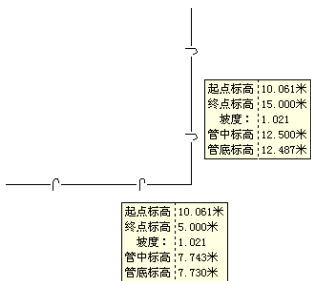

图 7-34 坡高计算
调用坡高计算命令，可以根据管线的坡度计算连续管线的各段起点终点标高，根据起点终点标高反算坡度。如图 7-34 所示为坡高计算命令的操作结果。坡高计算命令的执行方式有：
下面以如图 7-34 所示的坡高计算结果为例，介绍调用坡高计算命令的方法。
③ 坡高计算命令的操作结果如图 7-34 所示。